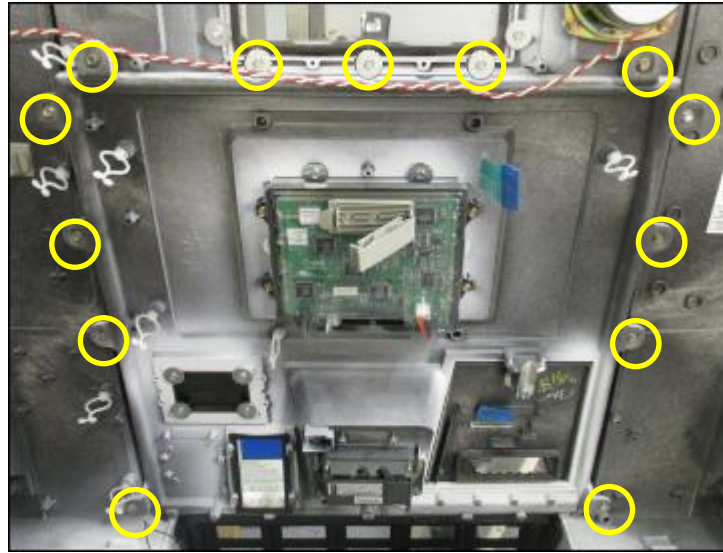

Fig 1.15 – Emplacement des vis du panneau CIM
- 17.** Retirez et jetez les trois vis et rondelles autotaraudeuses n ° 6 immédiatement sous la fenêtre d'affichage du panneau CIM et les vis autotaraudeuses 10 # 6-22 x 1/2 « qui fixent le panneau CIM à la porte du distributeur. (Fig. 1.15)